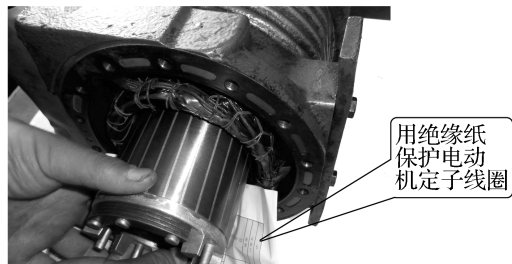

图 1-3-6 沿轴向取下电动机转子
(3) 沿轴向取下甩油转盘和电动机转子以及固定键，注意用绝缘纸保护电动机定子线圈，如图 1-3-6 所示。